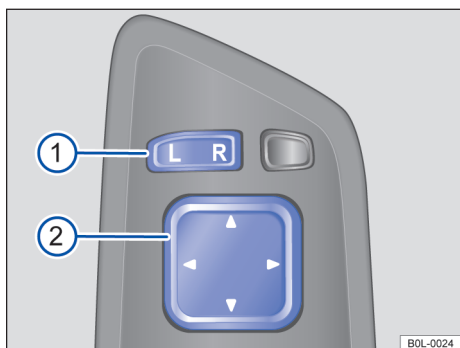

图 71 驾驶员侧车门：车外后视镜操作元件
- 将驾驶员车门上的选择按钮 → 图 71 ① 按压至所需位置。
- 沿符号方向将调节按钮 ② 向前、后、左或右按压，即可将后视镜调整至合适位置。